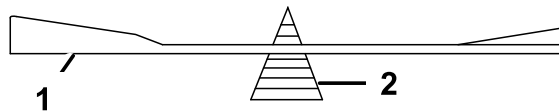

Figure 58
- Vérifiez l'équilibre de la lame en la plaçant sur un équilibreur (Figure 58).